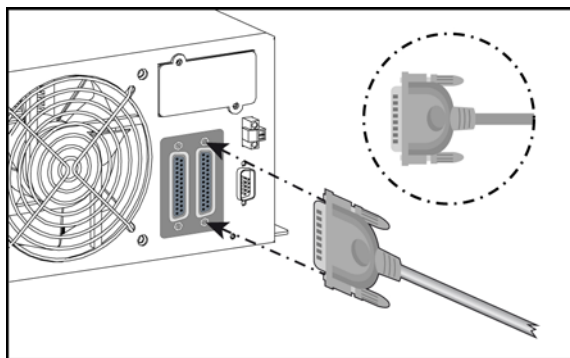

рис. 3.4.2.c
6. Установите на место крышку с помощью дополнительной металлической детали из комплекта поставки (рис. 3.4.2.e/f).